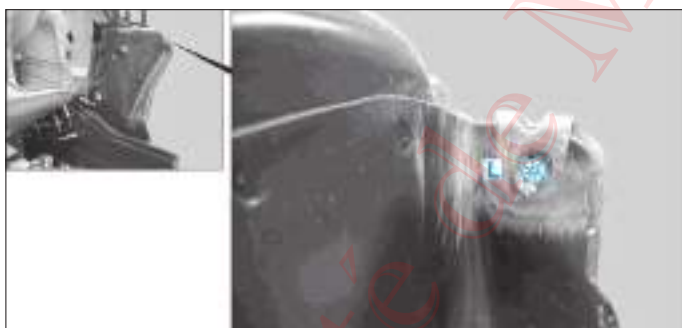

FIG. 27
- Rabattre la patte (1) (Fig.27).